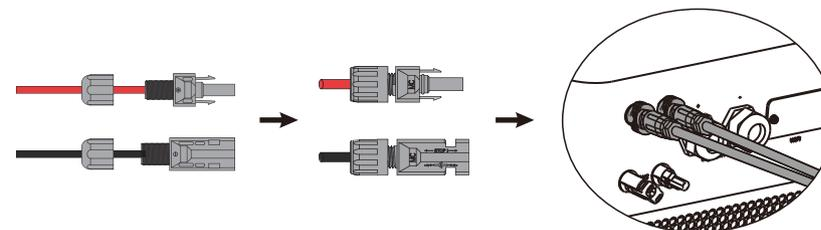

Abbildung 4.1-3 Der PV-Stecker ist mit dem Wechselrichter verbunden
Schritt 3. Schrauben Sie die Kappe auf und stecken Sie sie auf die Wechselrichterseite. Es wird ein Klickgeräusch geben, wenn die Stecker richtig in die PV-Stecker eingeführt werden. Siehe Abbildung 4.1-3.